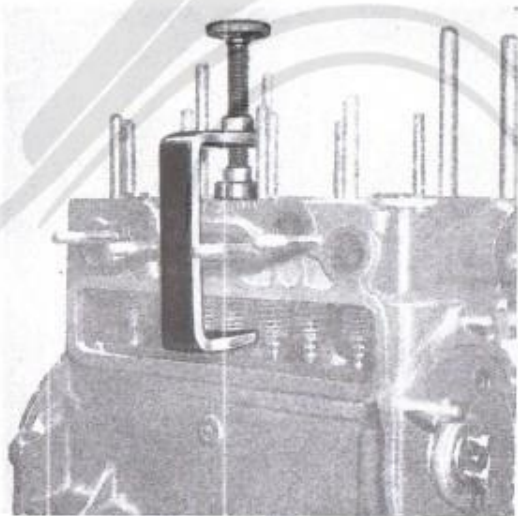

Fig. 19.
- Smontare le valvole servendosi dell'apposito attrezzo A. 10107 (fig. 19).